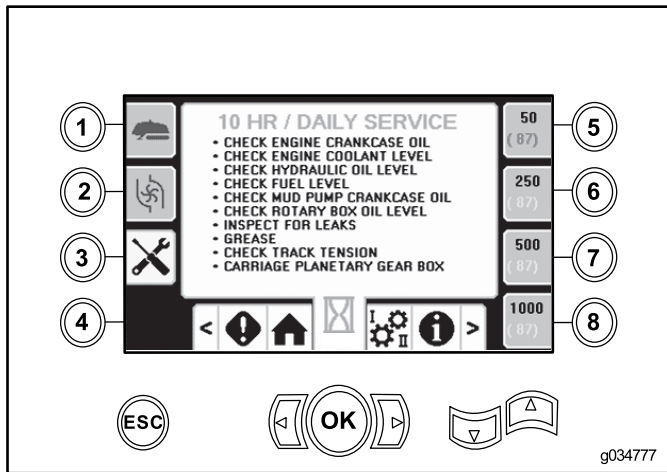

Figura 42
- Botão 3 – calendário de manutenção diária/10 horas (Figura 42)